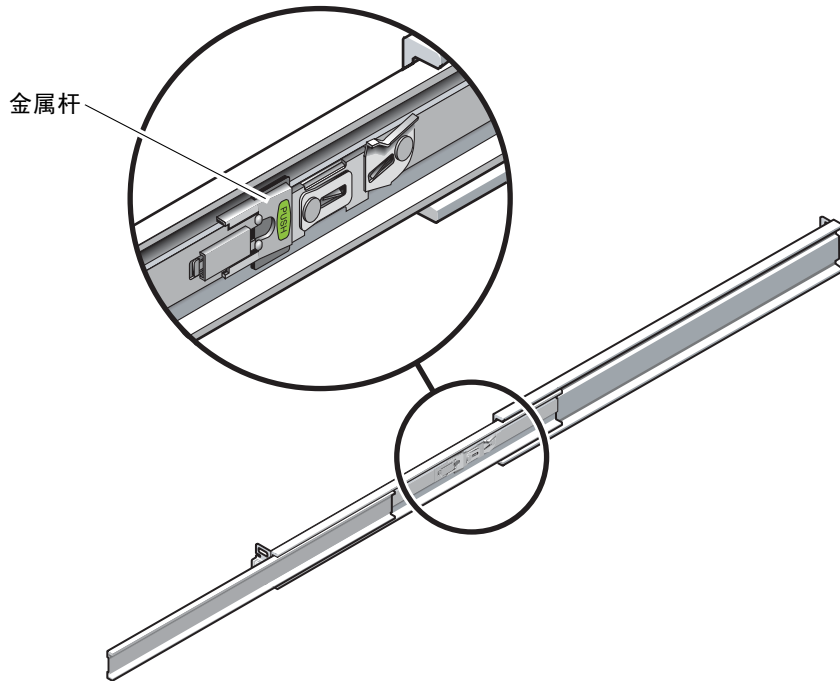

图 2-13 解开滑轨锁定杆停止按钮的锁定
5. 服务器完全布置好以后，释放滑轨锁定杆停止按钮（图 2-13）。